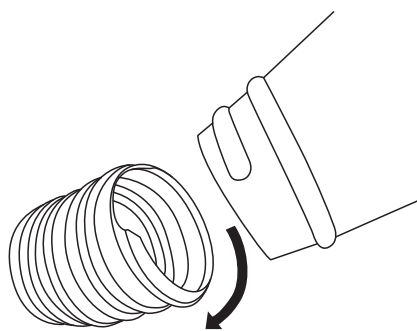

Fig. 14a
- c. Turn **clockwise** to remove (Fig. 14a).